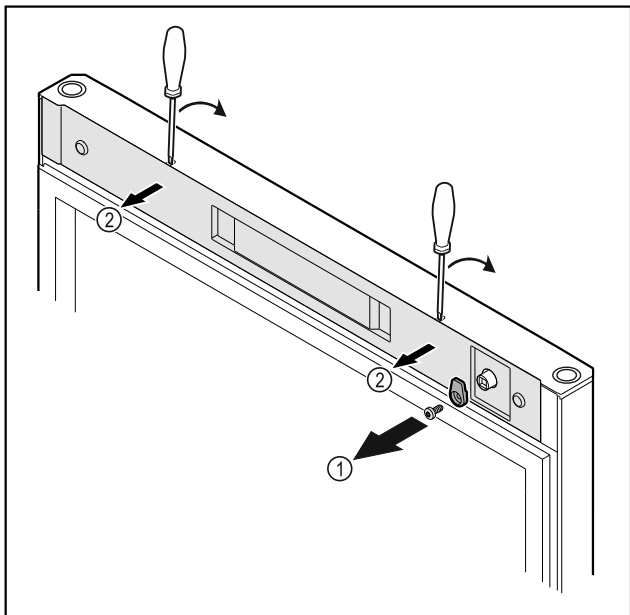

Fig. 12 *
- ▶ Atsukite uždarymo kabliuką Fig. 12 (1)*
- ▶ Atfiksukite dengiamąją plokštelę Fig. 12 (2) mažu atsuktuvu ir nuimkite.*